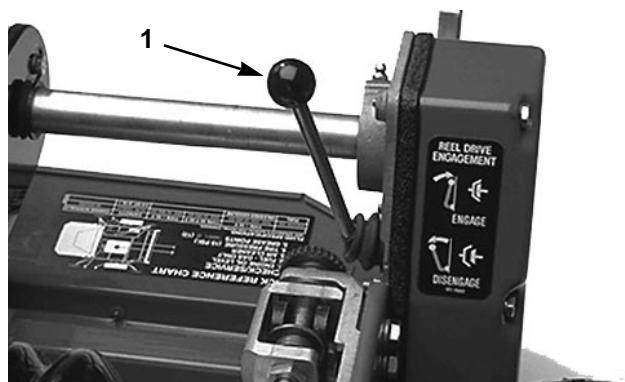

Fig. 14
Alavanca de engate da transmissão dos carretéis (Fig. 14)—Situada no canto dianteiro direito da máquina. A alavanca tem duas posições: ENGATE e DESENGATE. Puxar a alavanca para cima para engatar o carretel ou empurrar para baixo para desengatar o carretel.
Válvula de corte de combustível (Fig. 14)—Situada na frente do lado esquerdo do motor. A válvula tem duas posições: FECHADA e ABERTA. Mover a alavanca para a posição FECHADA ao guardar ou transportar a máquina. Mover a válvula para a posição de ABERTA antes de arrancar o motor.
1. Assegurar que as alavancas de tracção (Fig. 13) e transmissão dos carretéis (Fig. 14) estão na posição de DESENGATE.